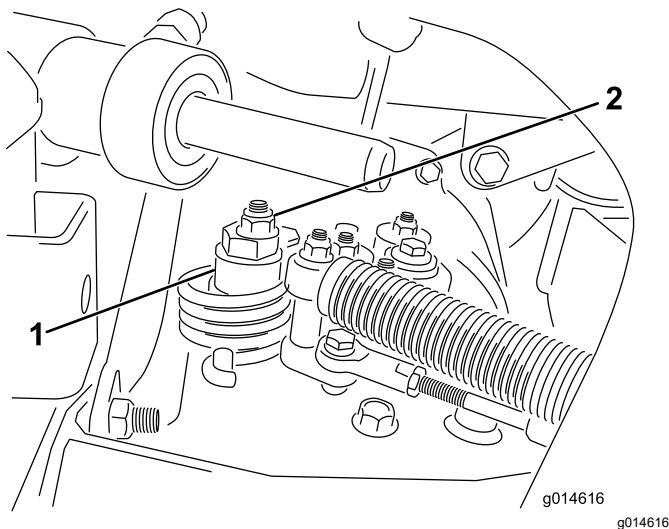

Figura 47
- A. Liberte a porca que fixa o disco excêntrico ao cimo do hidróstato (Figura 47).
- C. Rode o disco excêntrico até eliminar a deslocação em qualquer um dos sentidos. Quando a roda deixar de rodar, aperte a porca, bloqueando deste modo o disco excêntrico e fixando a posição de ajuste (Figura 47). Verifique se o ajuste é o adequado colocando o acelerador nas posições LENTO e RÁPIDO.